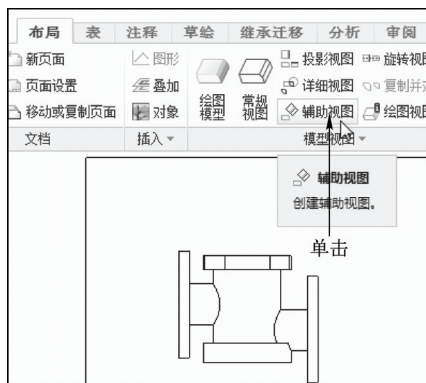

图 14-32 单击“辅助视图”按钮
STEP 02 在功能区选项板的“布局”选项卡中，单击“模型视图”面板中的“辅助视图”按钮，如图 14-32 所示。